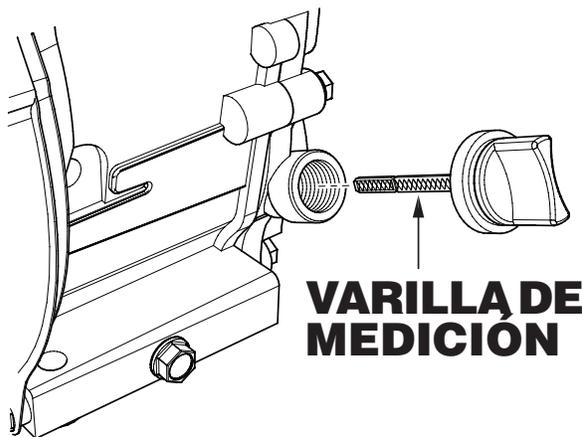

Figura 4. Extracción de la varilla de medición de aceite del motor
2. Quite la varilla de medición del orificio de llenado de aceite del motor (consulte la Figura 4) y límpiela.